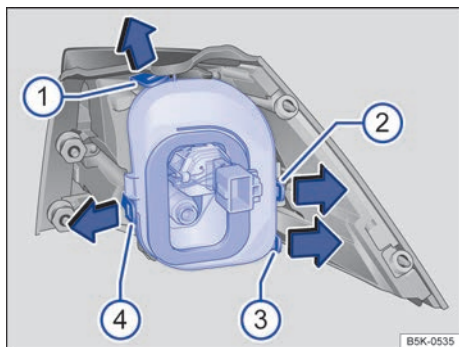

Fig. 190 Grupo óptico trasero en la carrocería: desmontaje del portalámparas. ① a ④ pestañas de bloqueo.
7. Para desbloquear el portalámparas, presione las pestañas de bloqueo → fig. 190 ① a ④ en el sentido de las flechas.